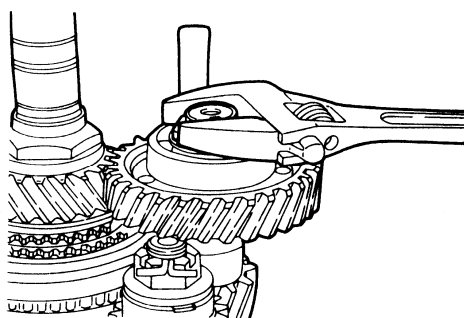
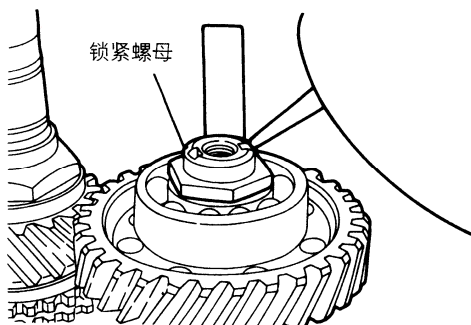

图 3-70 安装中间轴锁紧螺母
图 3-71 预锁住锁紧螺母
(17) 安装中间轴锁紧螺母时，如图 3-70 所示，把中间轴锁紧螺母拧到规定的扭矩，请不要忘记按照图 3-71 所示的位置预锁住锁紧螺母，并确保 OD 齿轮转动灵活平稳。